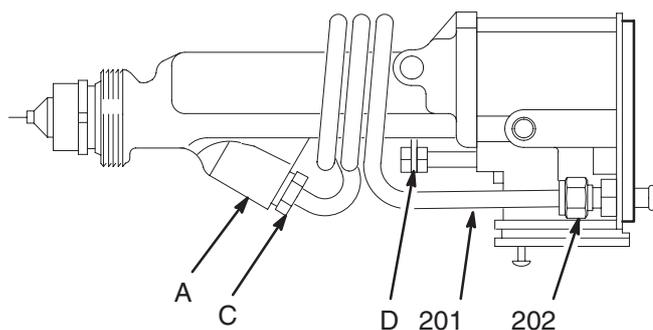

Abb. 33
- Spiralrohrsatz (201) in das Materialfitting einbauen und Mutter (202) festziehen. Siehe Abb. 33. Sicherstellen, daß das Rohr an keiner Stelle das Stellglied (D) berührt, um eine Reibung zwischen Rohr und Stellglied während des Betriebes zu verhindern.
- Spiralrohrsatz so positionieren, daß das Einlaßfitting (C) mit Gewinde dem Zylindereinlaß (A) gegenüberliegt, dann das Fitting wie in Abb. 33 dargestellt in den Einlaß schrauben.